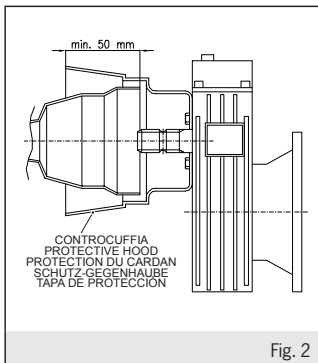

Fig. 2
- die Schutz-Gegenhaube (Fig. 2) in unversehrtem und gut befestigtem Zustand vorhanden ist. Die Gegenhaube muss den Schutz des Kardangelenks über mindestens 50 mm abdecken und den unbeabsichtigten Kontakt der Hände mit in Bewegung befindlichen Elementen verhindern.